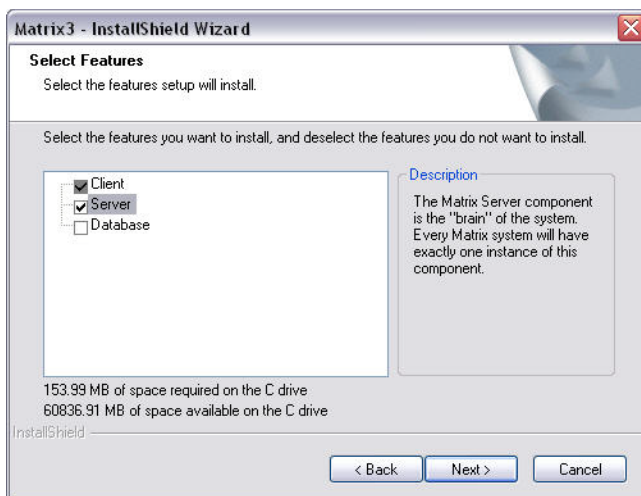

FIG. 15
7. En la pantalla Seleccionar funciones que se representa en la FIG. 15, se le solicita que seleccione las funciones que desea instalar y que elimine la selección de las funciones que no desea instalar. Haga clic en SIGUIENTE.